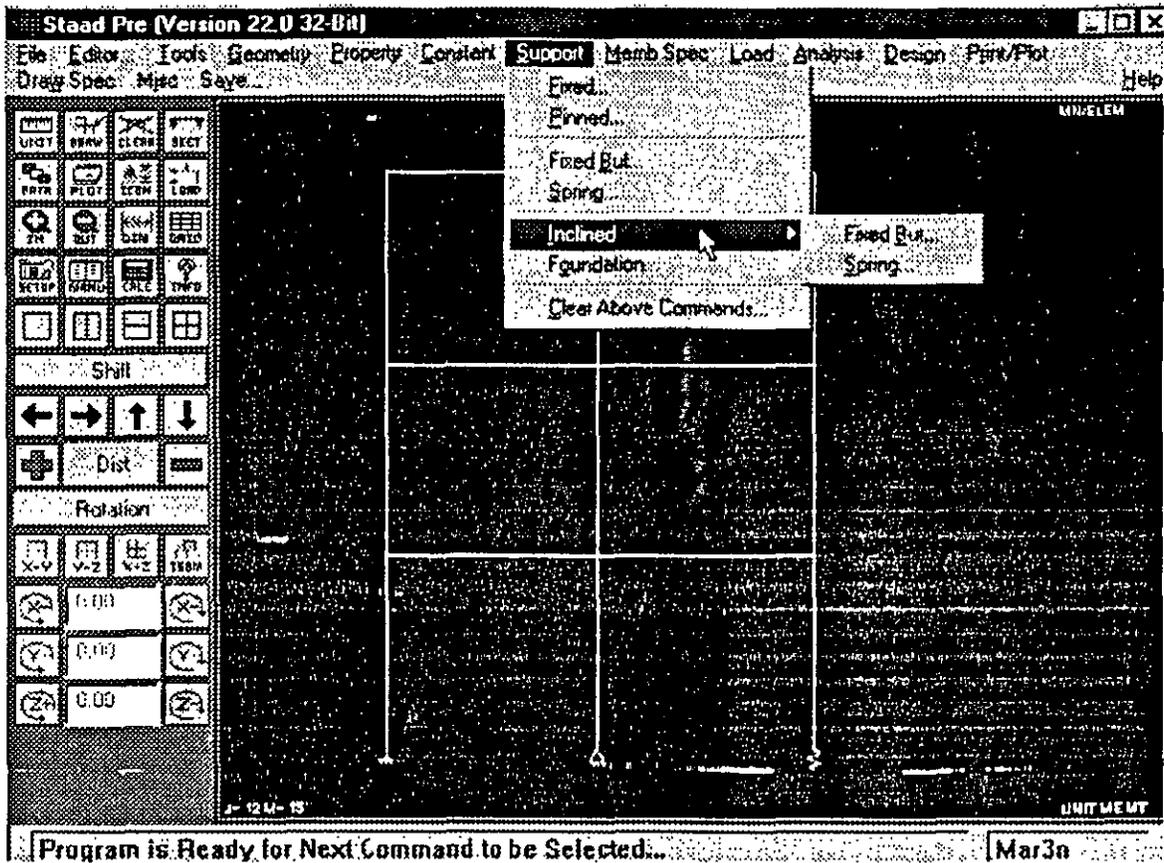

Figura 4.18 Opciones en el menu Support.
Una vez generada la geometría de la estructura se puede proceder a localizar a los apoyos, para ello del menú **Support** se selecciona alguno (Véase la figura 4.18).
**Fixed** y **Pinned** permiten introducir empotramientos y apoyos articulados respectivamente, **Fixed But** permite considerar apoyos con la posibilidad de desplazamiento libre o restringido(resorte) en alguna(s) dirección(es), **Spring** nos permite identificar a nudos con resorte lineal y/o angular, cualquiera de los dos anteriores puede estar inclinado con respecto a los ejes globales, para ello se seleccionará **Inclined**, una opción que puede ser interesante es **Foundation** que permite apoyar elementos sobre un medio elástico, para eliminar o borrar todos los apoyos de cualquiera de los antes definidos se utiliza **Clear above commands**, se recomienda que esté activado el cuadro Support del icono **ICON** para que muestre los apoyos de manera simbólica en el área de dibujo como se puede apreciar en la figura 4.18.